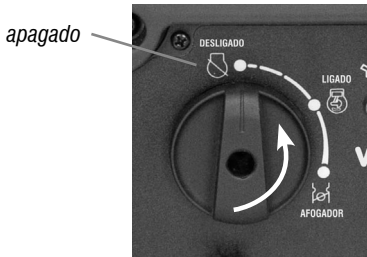

Fig. 24 – Paso 2
- c. Colocar el selector (14) en posición "0" (según Fig. 24).